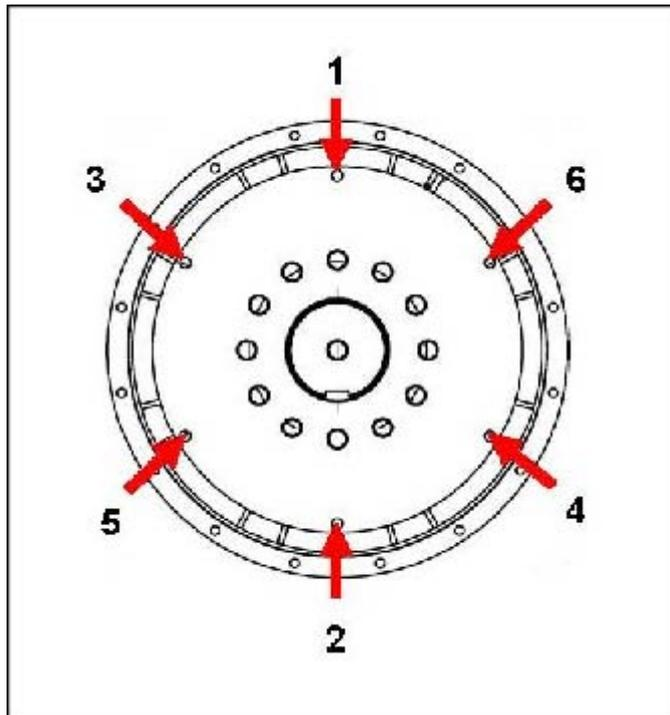

FIGURA 23. SECUENCIA DE FIJACIÓN AL VOLANTE
10. Apriete los pernos para fijar el disco de acoplamiento al volante, en la secuencia que se muestra en Figura 23 en la página 44